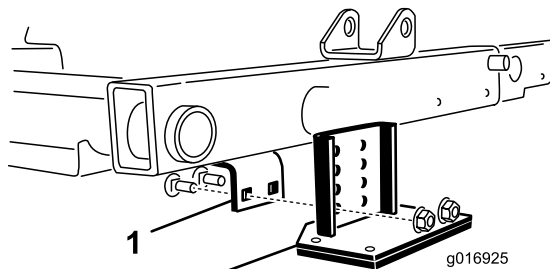

图30
2. 找到中心滚刀组上方的机架托架（图30）。
3. 在按下中心滚刀组前滚筒的同时，确定翻斗托架上的哪些孔与机架托架孔对齐，以便在翻斗托架安装后，能够实现同样的滚筒接触（图30）。
4. 放下滚刀组，用（2个）托架螺栓和螺母将翻斗托架安装到机架上（图30）。